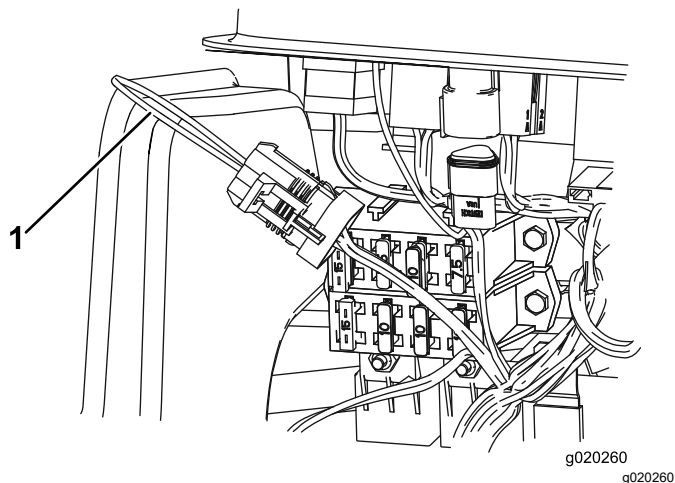

図 36
3. ワイヤハーネスと、ループバックコネクタを探し出す 図 36。